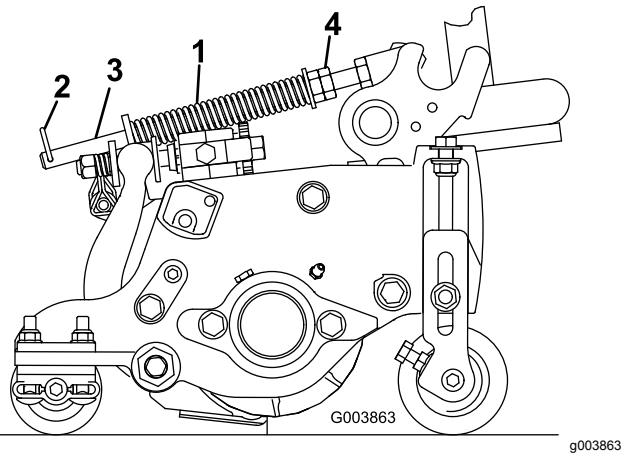

Bild 14
2. Ziehen Sie die Sechskantmuttern vorne an der Federstange an, bis die zusammengedrückte Länge der Feder an 12,7-cm-Schneideinheiten 12,7 cm oder an 17,8-cm-Schneideinheiten 15,9 cm beträgt (Bild 14).
Die Rasenkompensierungsfeder verlagert das Gewicht von der Front- zur Heckrolle (Bild 14). Dies reduziert ein Bobbing genanntes Wellenmuster auf der Grünfläche.
1. Stellen Sie sicher, dass der Splint in das hintere Loch in der Federstange eingesetzt ist (Bild 14).